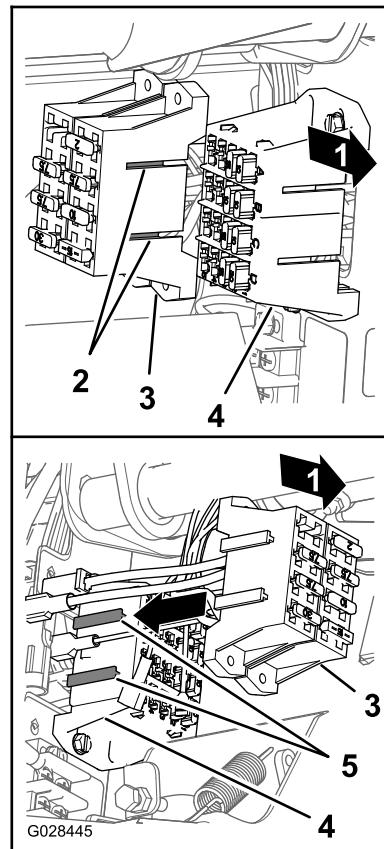

Figura 24
6. Allineate i raccordi a T sul portafusibili dell'irroratrice alle fessure a T del portafusibili della macchina e fate scivolare il portafusibili dell'irroratrice nelle fessure fino a quando il portafusibili risulta saldamente in posizione (Figura 24).